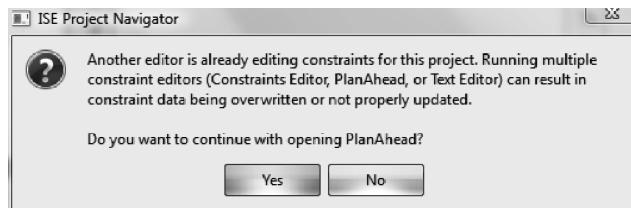

图 3.50 提示存在 ucf 对话框界面
- (10) 如图 3.50 所示,出现提示对话框界面,询问是否继续打开 PlanAhead 设计界面。单击 Yes 按钮。